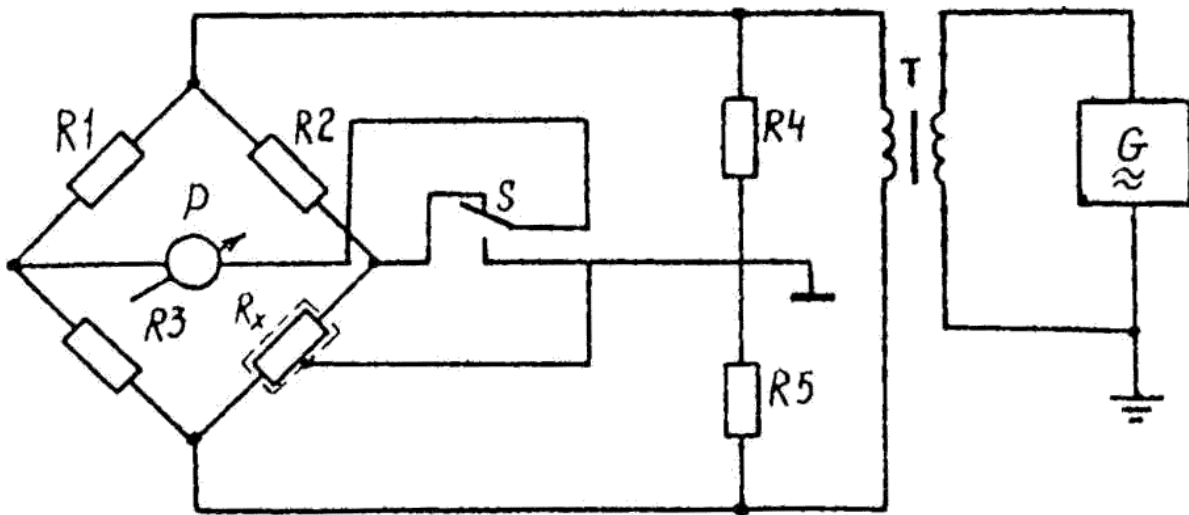

Рис.1. Схема трехзажимного включения магазина ПрофКиП Р40101:
4.1.2.7. При трехзажимном включении отдельных декад с подачей защитного потенциала на экран (экран подключен к защитной ветви измерительной схемы, например, как указано на рис.1), постоянные времени включенных сопротивлений не превышают значений, определенных по формуле (1):